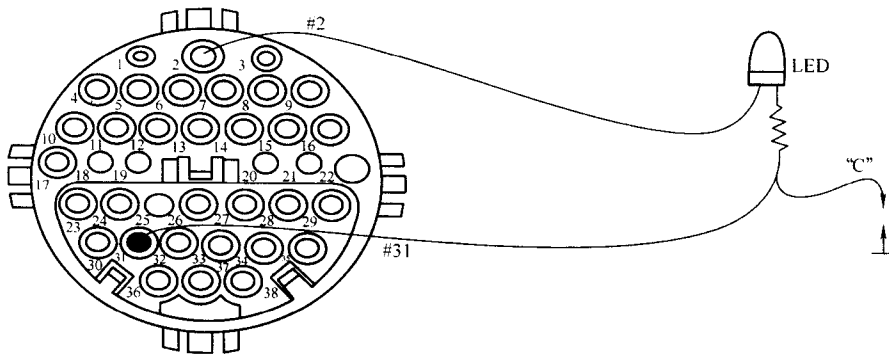

图 6-3 W202/140 车型中央门锁故障码读取接线
- (1) 接上 LED 测试灯, 如图 6-3 所示。
- (2) 点火开关打开。
- (3) 所有车门及行李箱全关闭, 但车门不上锁。
- (4) 车窗玻璃降下 10cm。
- (5) 将“C”脚踏接搭铁 4s 后取开。
- (6) 读取故障码后, 等待 4s, 再将“C”跨接 8s, 再取开。
- (7) 重复步骤 (5)、(6) 直到故障码重新显示, 表示故障码读取结束。
- (8) 关闭点火开关 30s 以上, 即可清除故障码。